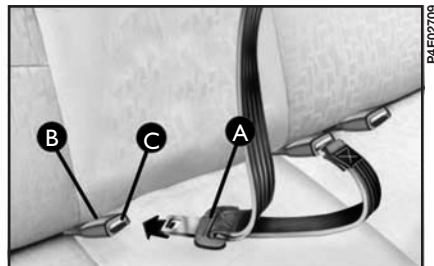

рис. 17
– вставьте пряжку **А** (рис. 17) в соответствующее гнездо **В** (рис. 17).
– нажмите кнопку **С** (рис. 17).